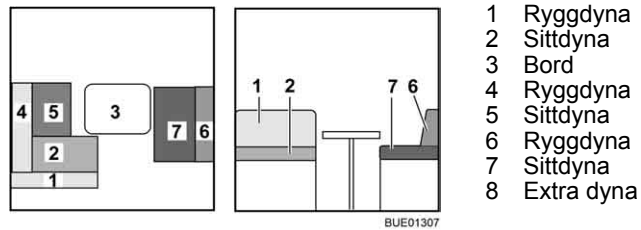

Bild 141 Före ombyggnaden
- Bygg om bordet (Bild 141,3) till sängbotten (se avsnitt 6.11).
- Tag bort ryggdynorna (Bild 141,1 och 4) och lägg dem åt sidan.